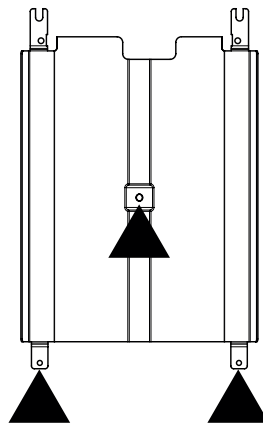

Figure 14b
- L'épandeur de flammes est relié à deux pattes ou épaulettes et fixé à l'aide de trois vis. Retirez les vis, faites glisser l'épandeur de flamme vers l'arrière et sortez l'épandeur de la cavité du four (voir la figure 14b).